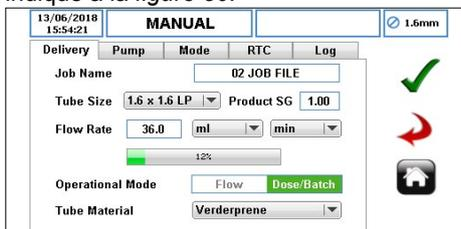

Figure 50 Sélectionner le mode Dose/Série
- ▶ Assurez-vous de sélectionner le mode Série/Dose comme indiqué à la figure 50.